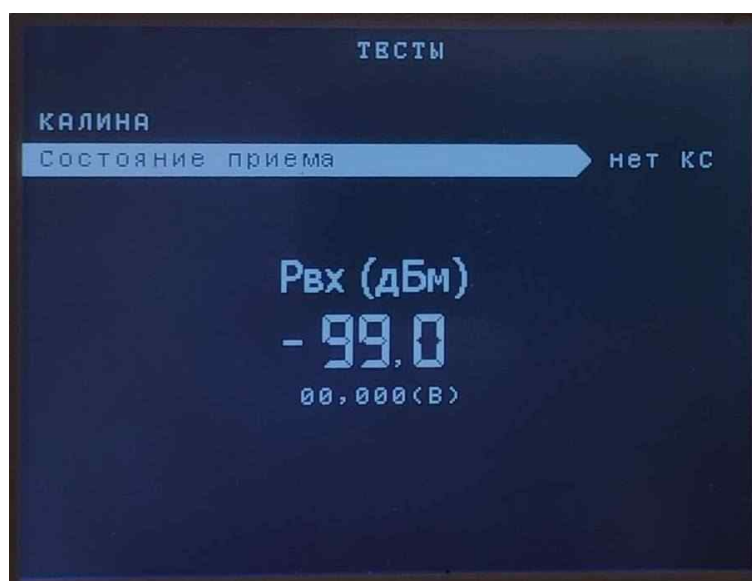

Рисунок 21 – Підрозділ «Тест приймання АК»
3.3. «Тест прийому АК» - підрозділ призначений для тестового виводу на дисплей аварійних команд, що надходять на вхід «ОΡΙОН» АПК RX, а також виведення поточного рівня сигналу на вході ЛФ (див. рисунок 21).